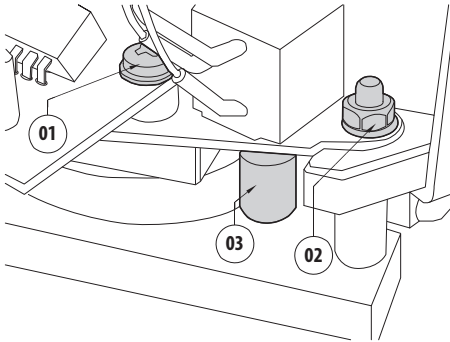
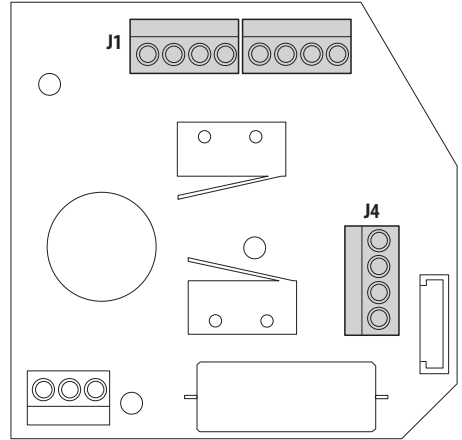

Abb. 3
Abb. 4
4. Die Befestigungsschraube (01) und die Mutter (02) der Potenziometerleiste der horizontalen Bewegung lösen (Abb. 3, Seite 6).
5. Das Ritzel (03) des Zahnrads lösen.
6. Ein Ohmmeter zwischen den Kontakten Vdc und Pan der Klemme J4 anschließen (Abb. 4, Seite 6). Die Welle des Potenziometers bis zu einem Wert von ungefähr  $1875\Omega$  drehen.
7. Das Potenziometer mit dem Ritzel (03) erneut positionieren.
8. Die Befestigungsschraube (01) und die Mutter (02) festziehen (Abb. 3, Seite 6).
9. Diesen Vorgang für die vertikale Bewegung wiederholen. Hierzu den ohmschen Wert zwischen den Kontakten Vdc und Tilt der Klemme J4 messen (Abb. 4, Seite 6).
Auf der Steckerplatte die Klemme für den Anschluss des Schwenk-Neige-Kopfs an die Befehlseinheiten (J1) ausmachen (Abb. 4, Seite 6).
Auf der Steckerplatte die Klemme für den Anschluss der Potenziometer (J4) ausmachen (Abb. 4, Seite 6).